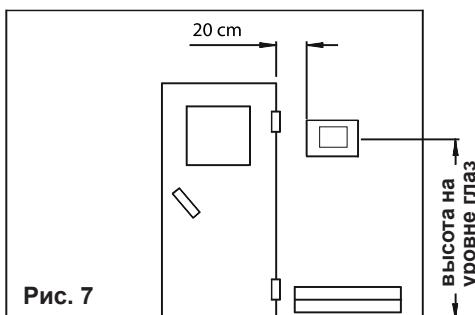

Рис. 7
1. Отверстия (Ш5 мм) для шурупов, входящих в объем поставки, 4 x 20 мм размещаются в соответствии с размерами, указанными на рис. 7 и 8.